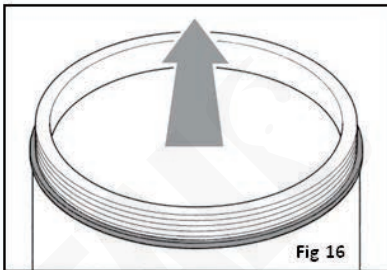

Fig 16
- En vous servant de vos deux mains, déposez le bol sur une surface plate, retirez le joint en le faisant glisser vers le haut dans le sens indiqué par la flèche (Fig. 16).